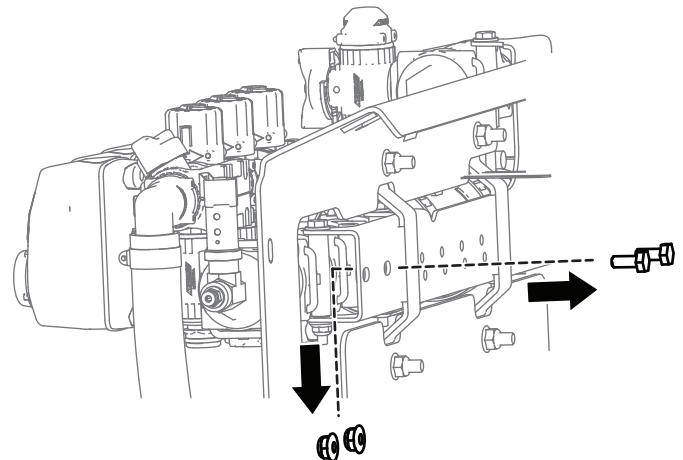

Bild 26
2. Bauen Sie die vorhandenen Schrauben aus, wie in Bild 26 dargestellt.